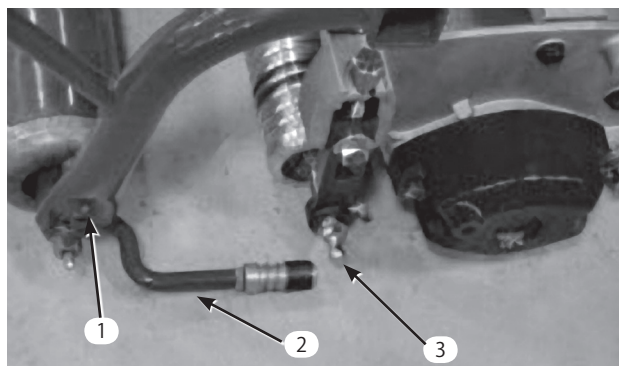

図10
2. カuttingユニット両端にそれぞれワッシャとボールスタッドを取り付ける (図10)。
4. ボールジョイントのスリーブを後ろにずらし、プルアームを下げてソケットをボールスタッドに嵌め合わせる。スリーブから手を離すとスタッドとジョイントが結合する (図10)。